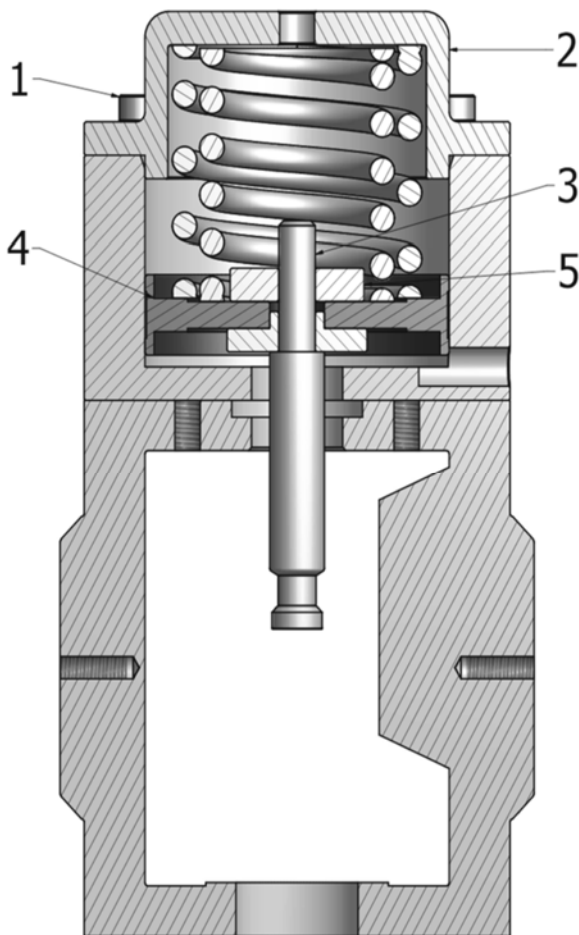

Fig. 19 Actuador de acción directa
Haciendo referencia a la «Fig. 19» (para los actuadores de acción directa) y a la «Fig. 20» (para los actuadores de acción inversa), proceder como sigue:
| TIPO DE ACTUADOR | TUERCA (1) «Fig. 22» - «Fig. 23» Nm $\pm 10\%$ | TUERCA (2) «Fig. 22» - «Fig. 23» Nm $\pm 10\%$ | TUERCA (3) - «Fig. 19» - «Fig. 20» Nm $\pm 10\%$ | TORNILLOS (1) - «Fig. 19» - «Fig. 20» Nm $\pm 10\%$ | TORNILLOS (3) - «Fig. 22» - «Fig. 23» Nm $\pm 10\%$ |